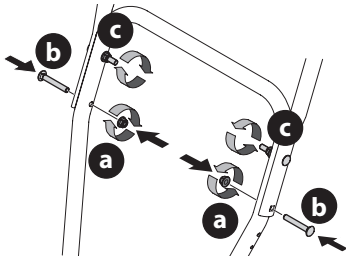

Figura 5
6. Coloque los pernos del carro (b) y las tuercas (a) que extrajo en el Paso 2. Termine de sujetar la manija, para lo que debe ajustar las dos tuercas superiores (c) que aflojó en el Paso 2. Vea en la Figura 5 o Figura 6 los modelos con soportes laterales.